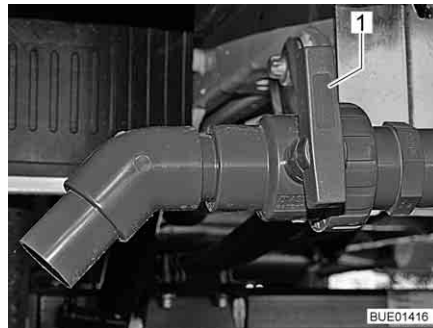

Bild 234 Avtappningskran
- Vrid utloppsventilens handtag (Bild 234,1) i flödesriktningen.